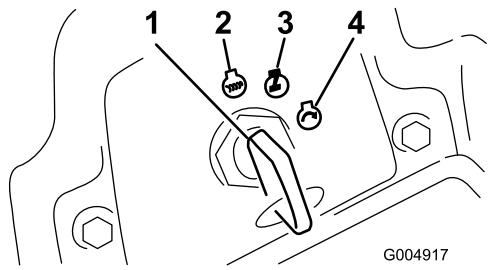

Bild 18
6. Drehen Sie den Zündschlüssel nach rechts in die Lauf-Stellung (Bild 18).
3. Drehen Sie den Zündschlüssel auf die Aus-Stellung (Bild 18). Warten Sie, bis alle sich bewegenden Teile zum Stillstand gekommen sind, bevor Sie die Bedienungsposition verlassen.